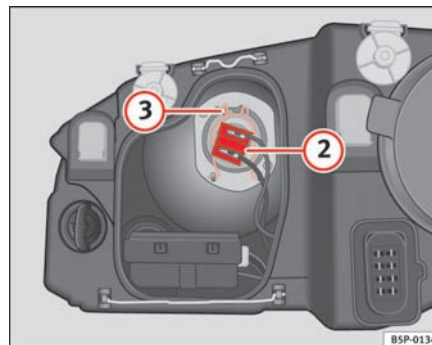

Fig. 190 Nærlys
- Træk stikket ⇒ side 264, fig. 190 ② af pæren.
- Tag fjederen ⇒ side 264, fig. 190 ③ af ved at trykke den ind og dreje mod højre.